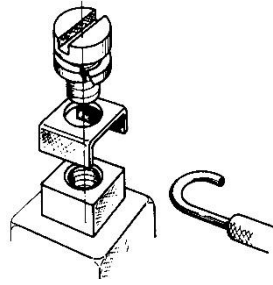

Fig. 5: Anschluss des Schutzleiters
3. Schutzleiter an Erdungsschraube gemäss Fig. 5 anschliessen